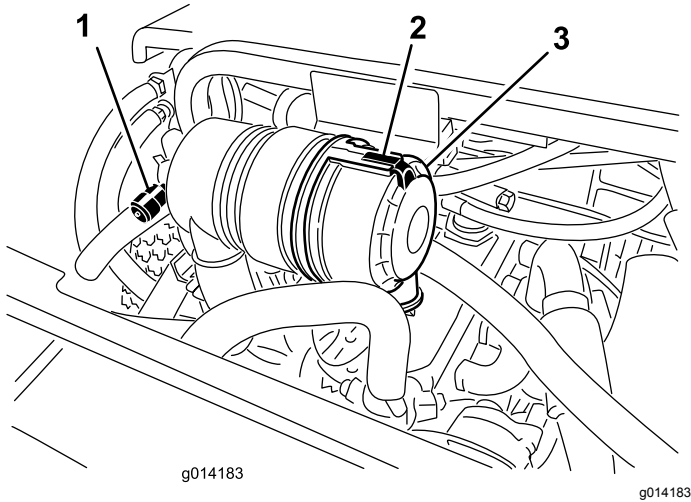

图34
注意 用千斤顶将机器升高地面并用顶车架固定可通过上下主销衬套进行更好的润滑。您应该观察到润滑脂从所有 4 个主销组件的轴铸件/衬套总成区的顶部和底部清除出图34。
仅在维修指示灯 (图34) 要求时才维修空气滤清器滤芯。如果是在必须更换之前才更换空气滤清器只会增加灰尘在滤清器拆下时进入发动机的几率。
1. 松开将空气滤清器盖固定到空气滤清器壳体上的门锁 图34。